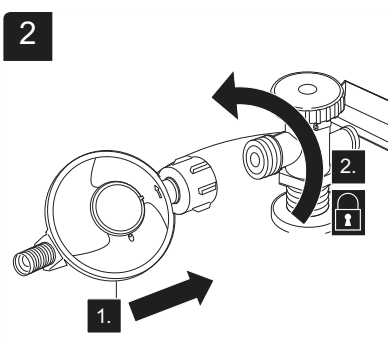

Рис. 2
6. Подсоедините редуктор давления к газовому баллону, накрутив его против часовой стрелки (Рис. 2). Зафиксируйте соединение контргайкой.